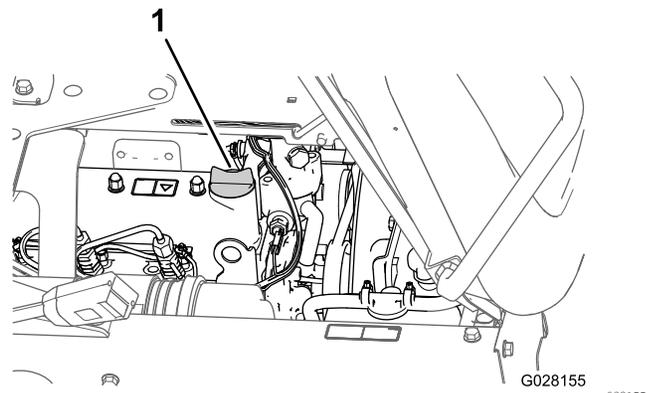

图72
5. 从发动机气门室盖的加油颈上取出加油颈盖（图72），慢慢从加油颈注入规定油量的大约 80%。
8. 将加油颈盖重新装入加油颈（图72）。